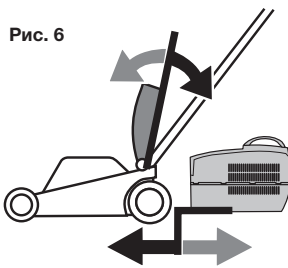

Рис. 6
- d. Поднимите защитную крышку и установите травосборник к корпусу газонокосилки на специальные крючки с задней стороны (рис. 6)